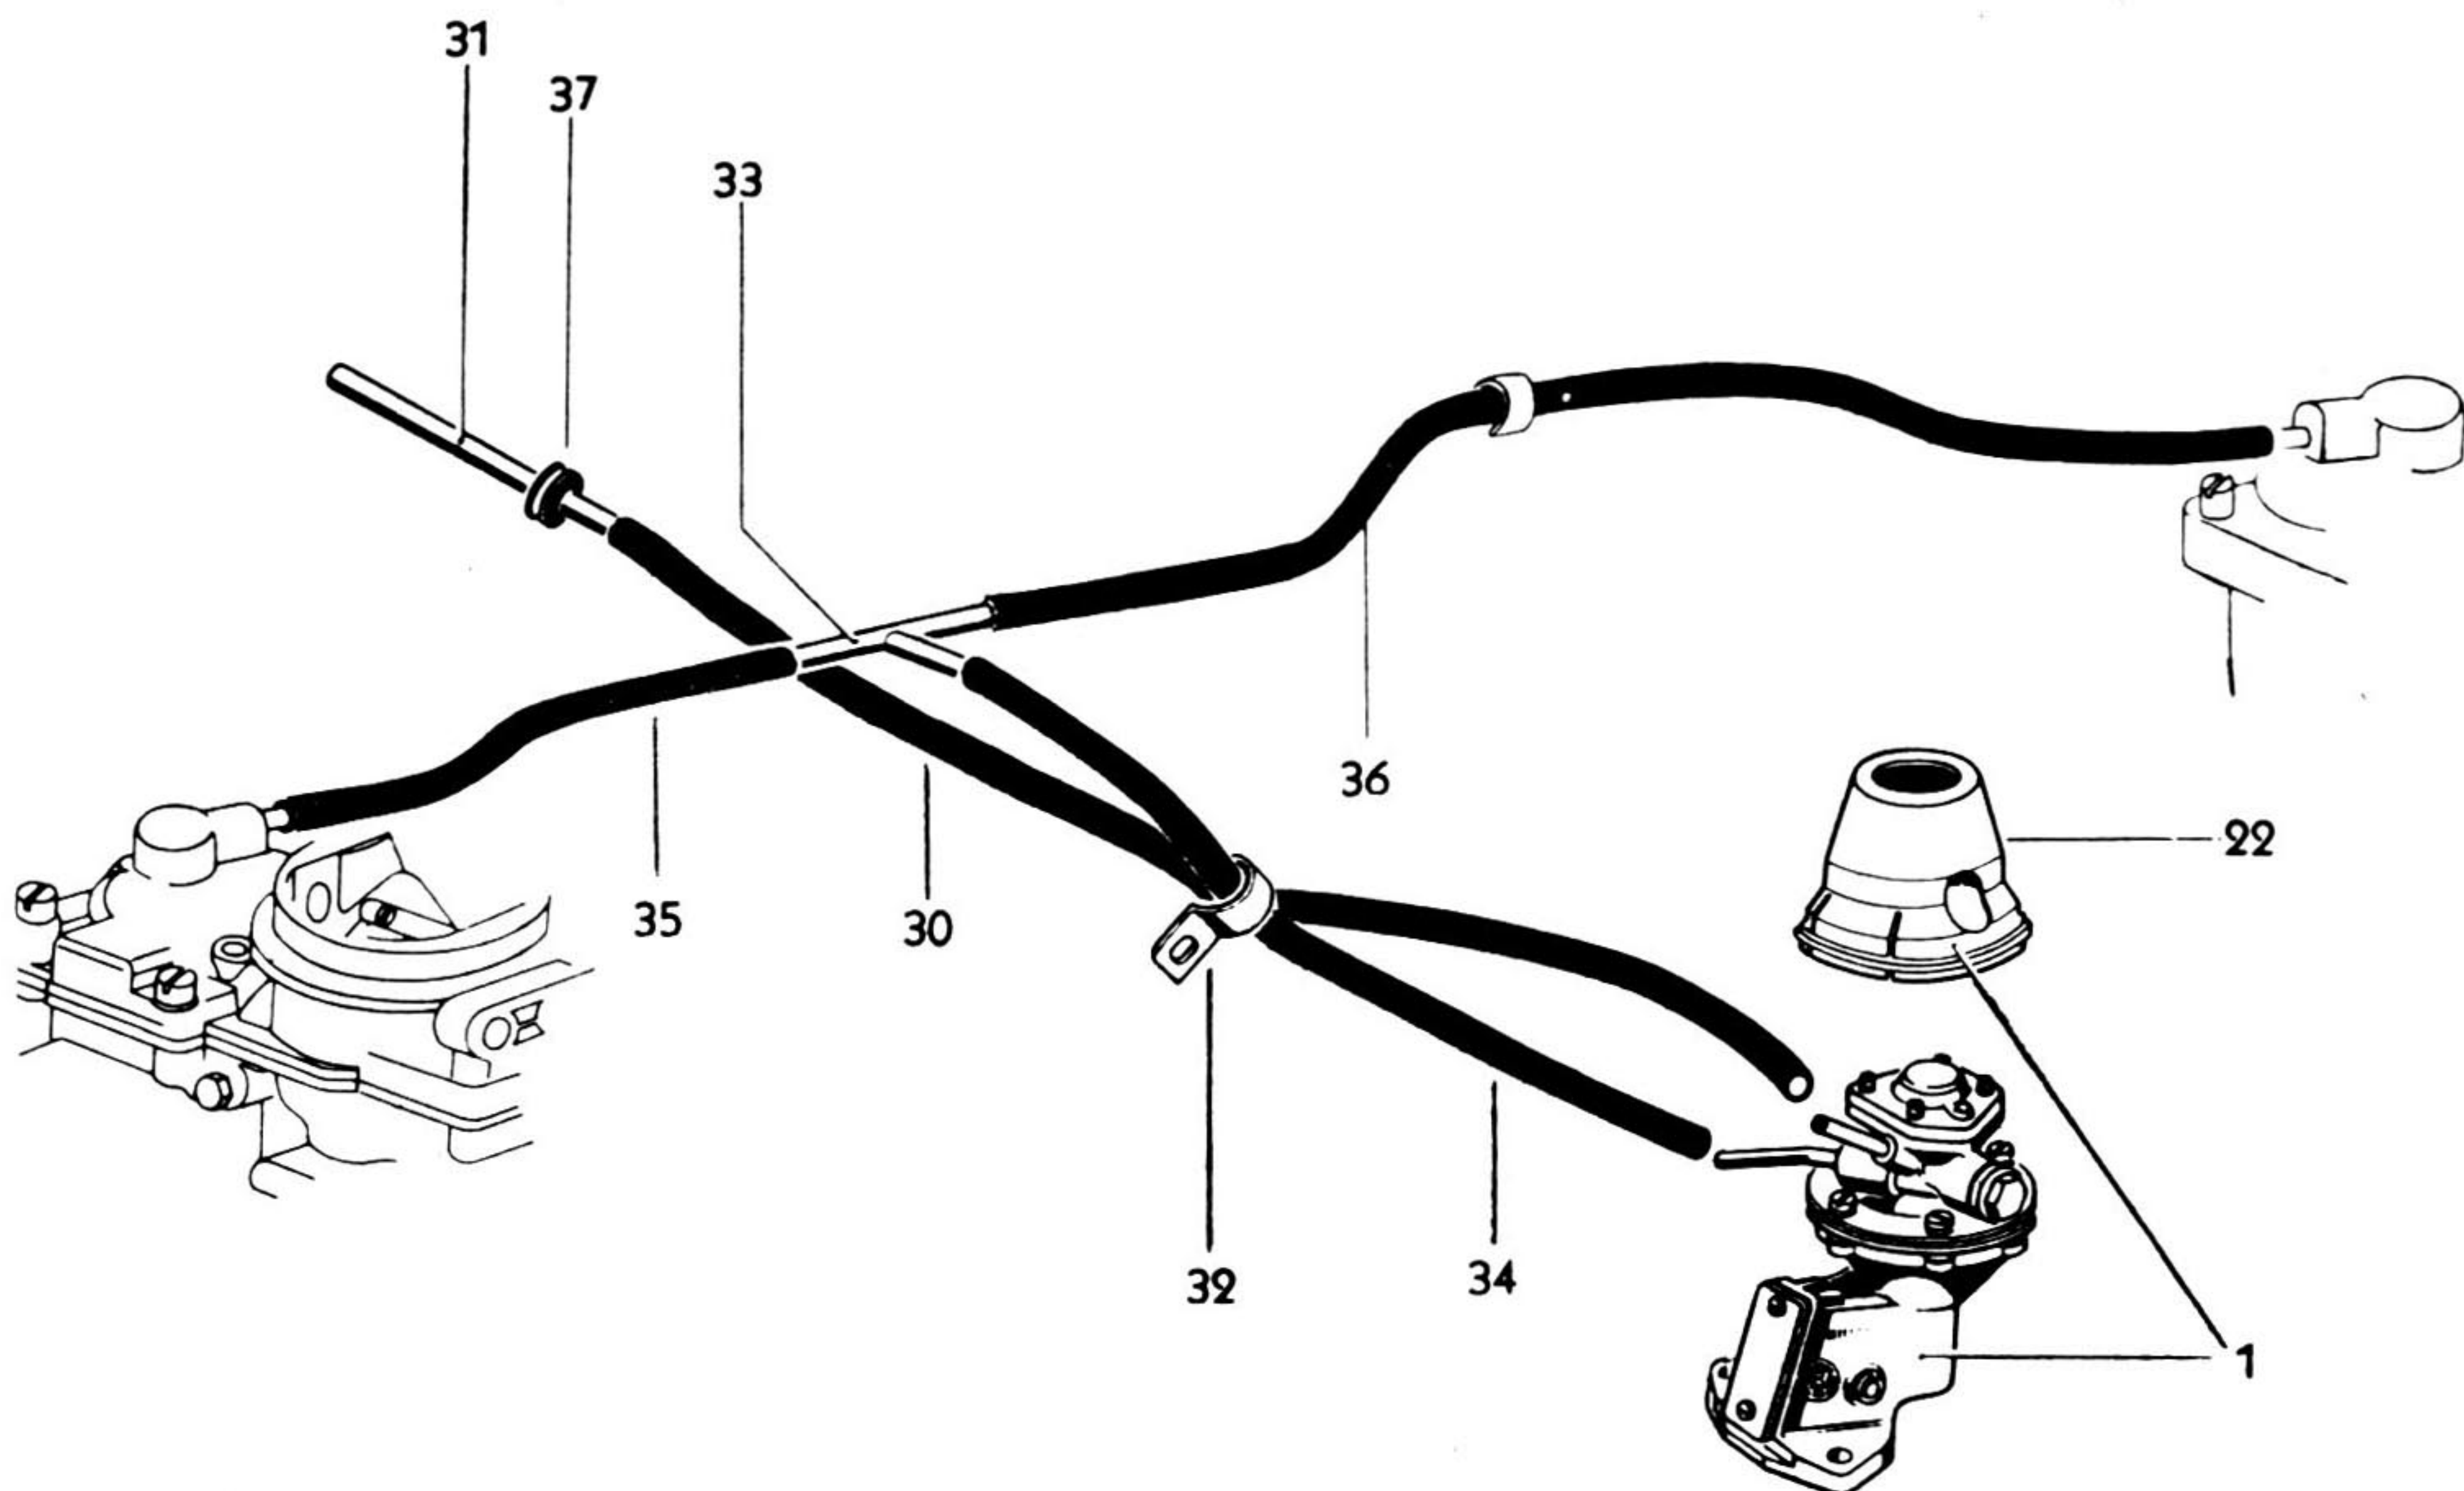

Fig. 9-V — Bomba de gasolina e tubos de distribuição do sistema de alimentação
O tubo de saída (34, Fig. 9-V) vai ter a uma conexão em “T” (33) à qual se ligam os dois tubos (35 e 36) que alimentam os dois carburadores. A bomba é protegida por uma capa de proteção (22).